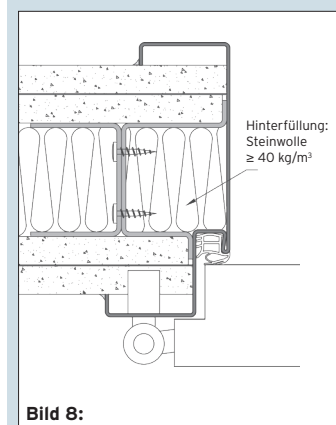

Bild 8:
9. Die Zarge ist mit 2 Schrauben (geeignet für Stahlblech, mind. Ø 4 mm) je Befestigungsbügel zu befestigen **(Bild 8)**. Anzahl der Befestigungsbügel **(Tabelle 1)**
oder ähnlichen auszuschneiden **(Bild 8 und 9)**.
UA-Aussteifungsprofilen bzw. Rohr- rahmenprofilen mit Steinwolle mind. 40 kg/m³ auszufüllen (Bild 8).
13. Beim Schließen der zweiten Seite ist analog der ersten Seite vorzugehen (Bild 8 und 9).
14. Bei der Anforderung Rauchschutz ist zusätzlich zu gewährleisten dass die Zarge im montierten Zustand rauchdicht verfügt bzw. an der Auflage mit entsprechendem Silikon abgedichtet ist (Bild 8).
① PROFITIPP: